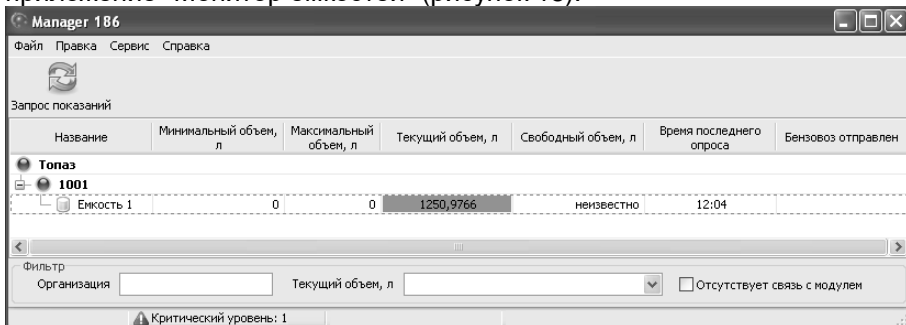

Рисунок 18
6.4 Для удаленного контроля оператором уровня топлива в емкостях всех клиентов обслуживающей организации используется также приложение "Монитор емкостей" (рисунок 18).